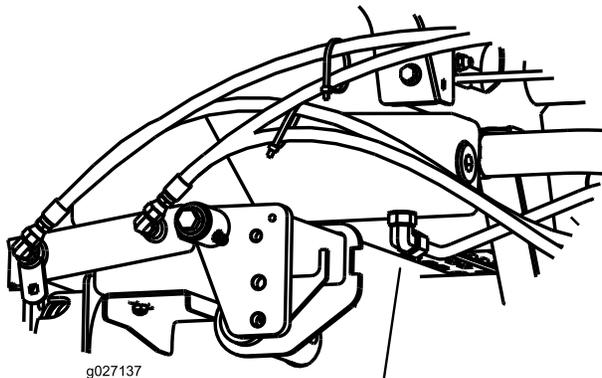

Рисунок 73
2. Установите большой сливной поддон под штуцер, расположенный в нижней части бака с гидравлической жидкостью (Рисунок 73).